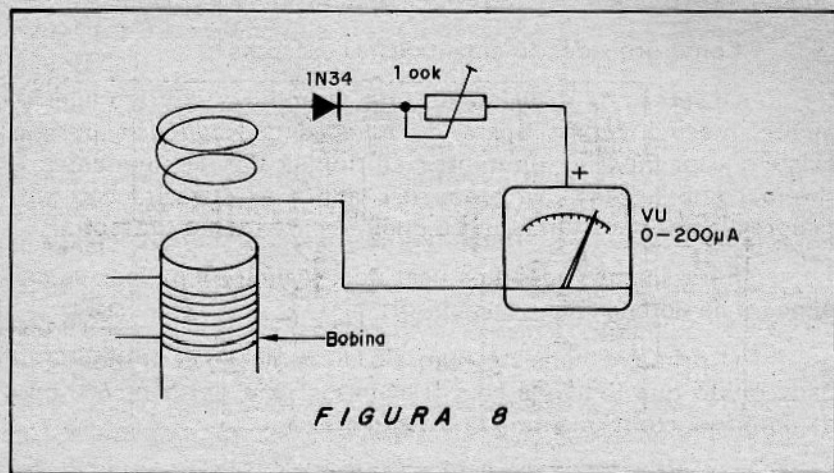

FIGURA 8
O segundo consiste em se usar um microamperímetro (VU) de 200  $\mu$ A ou o multímetro na escala mais baixa de correntes, com um diodo detector, conforme mostra a **figura 8**.